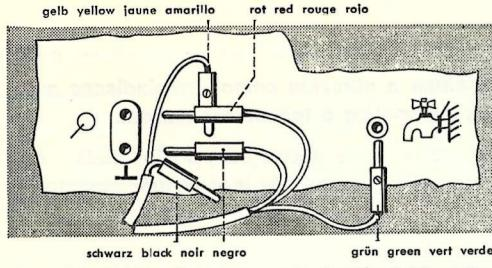

Fig. 4
- Monaurale (einkanalige) Wiedergabe nach Fig. 4.
- a) Monaural (single channel) reproduction as shown in Figure 4. In case of hum, the two banana plugs should be reversed.
Conformément à la figure 4. Si la reproduction est troublée par un ronflement, retourner les fiches de raccordement au câble de pick-up.
a) Reproducción monaural, con un sólo canal, como en fig. 4. Si se producen zumbidos bastará invertir los polos en la conexión del fonocaptor.